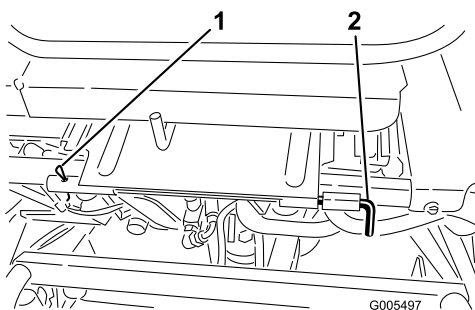

Figura 37
3. Baixe o banco e retire o contrapino que prende a haste de articulação do banco à estrutura (Figura 37).